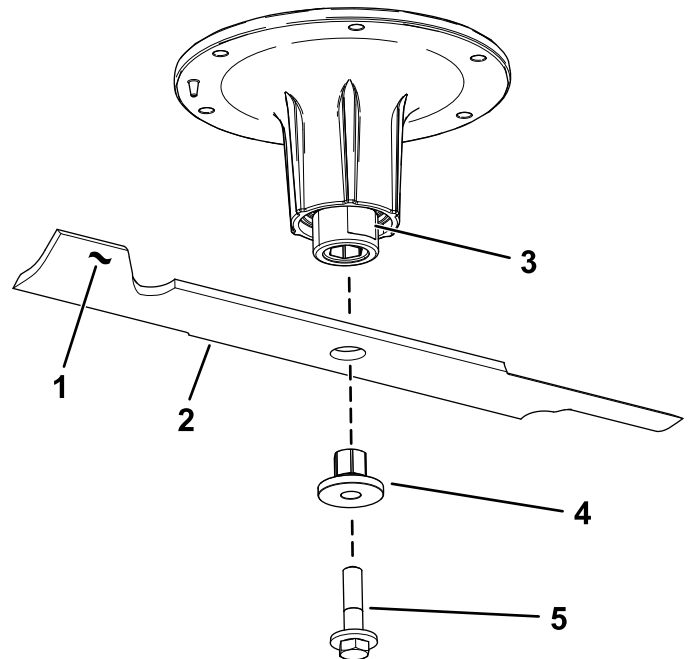

Figure 75
- Retirez le boulon, la douille et la lame de l'axe de pivot (Figure 75).